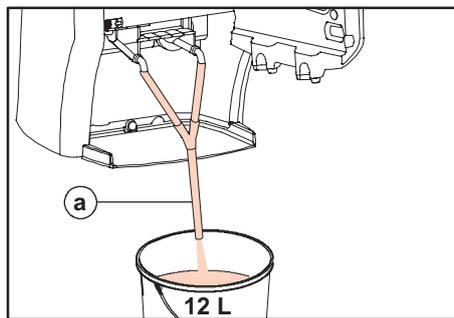

Fig. 80 Tuyau placé sur les becs de sortie des boissons
16. Adaptez les embouts du tuyau fourni aux deux becs de sortie des boissons (fig. 80 a).